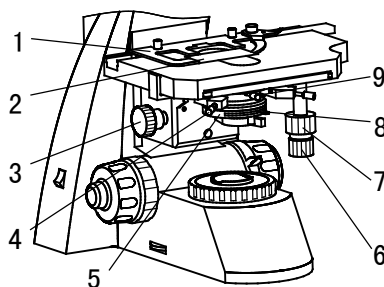

图 9
5. 机械式载物台的控制 (图 9)
- 1) 旋转聚光镜升降手轮 3 可使聚光镜 5 上下移动。旋松聚光镜固紧螺钉 9, 可方便取下聚光镜。孔径光阑手柄 8, 用于调节显微镜照明系统的数值孔径。(图 9)
- 2) 从目镜筒上取下目镜后, 观察物镜光瞳像内的孔径光阑象, 若物镜光瞳像 1 与孔径光阑像 2 不同心时, 可调节聚光镜调节螺钉 4 (图 9)。转动孔径光阑手柄, 可以调节孔径光阑像的大小。一般